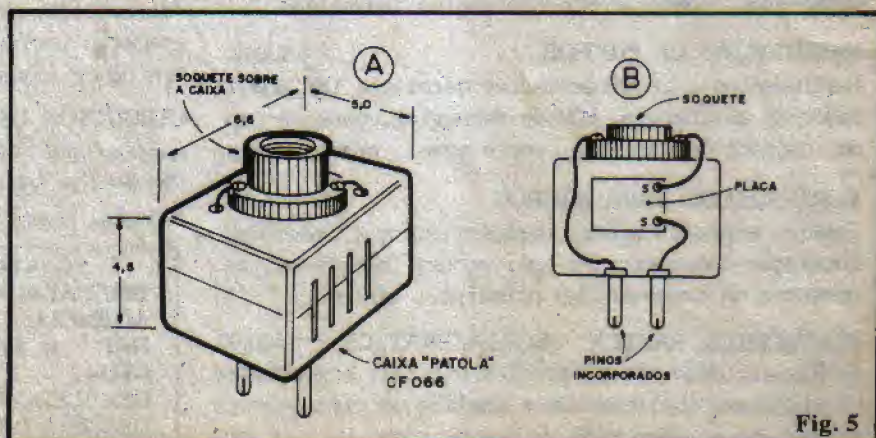

Fig. 5
● **FIG. 5** - Sugestão para o "encaixamento" do circuito. Como já mostrado e enfatizado, o circuito do FOGÉ fica "entre" a lâmpada controlada e a C.A. presente - por exemplo - numa tomada af da casa
- 1 - Caixa para abrigar a montagem (ver sugestão da fig. 5).